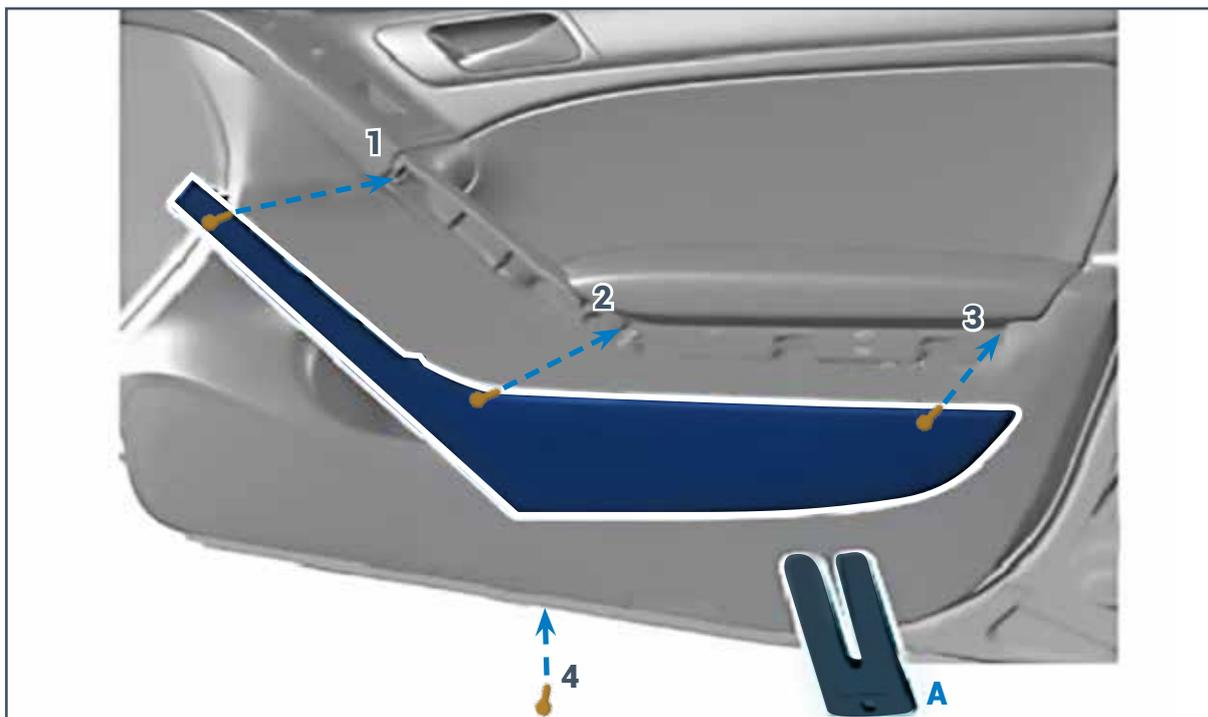

Fig. 10
7.1.1 Staccare la mascherina del rivestimento porta servendosi di una leva in plastica, successivamente svitare le viti **1, 2, 3** e **4** (Fig. 10)